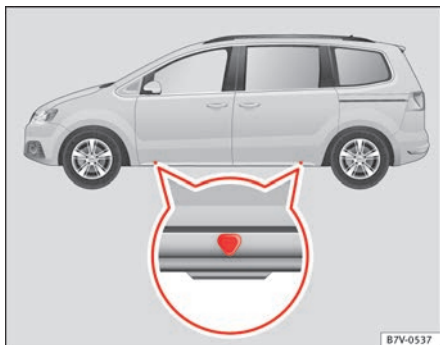

Abb. 183 Aufnahme-
Der Wagenheber darf nur an den gezeigten Aufnahmeplätzen (Markierungen in der Karosserie) angesetzt werden ⇒ Abb. 183. Die Markierung zeigt die Position der Aufnahmeplätze **unter** dem Fahrzeug an. Die Aufnahmeplätze befinden sich an Stegen, die **hinter** den vorderen Kanten liegen
5. Den Wagenheberaufnahmepunkt ⇒ **Abb. 183** unter dem Fahrzeug suchen, der dem zu wechselnden Rad am nächsten liegt.